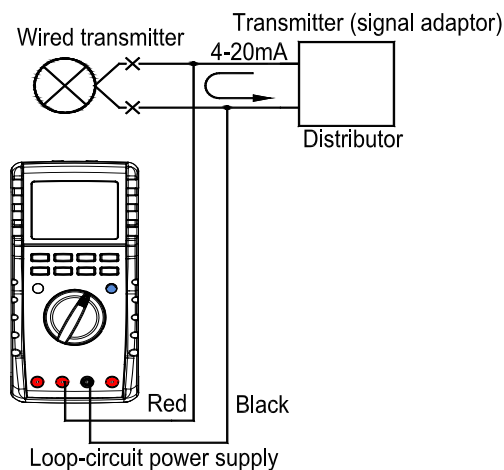

рис. 8
Подключение АКИП-2202А и источника питания токовой петли к тестируемому датчику или контроллеру (на рис.8 – Transmitter) для имитации (simulate) трансмиттера токовой петли. Режимы имитации задаются как изложено далее в РЭ.
- Подключите щупы соед. проводов к измеряемой цепи (**рис.8**).